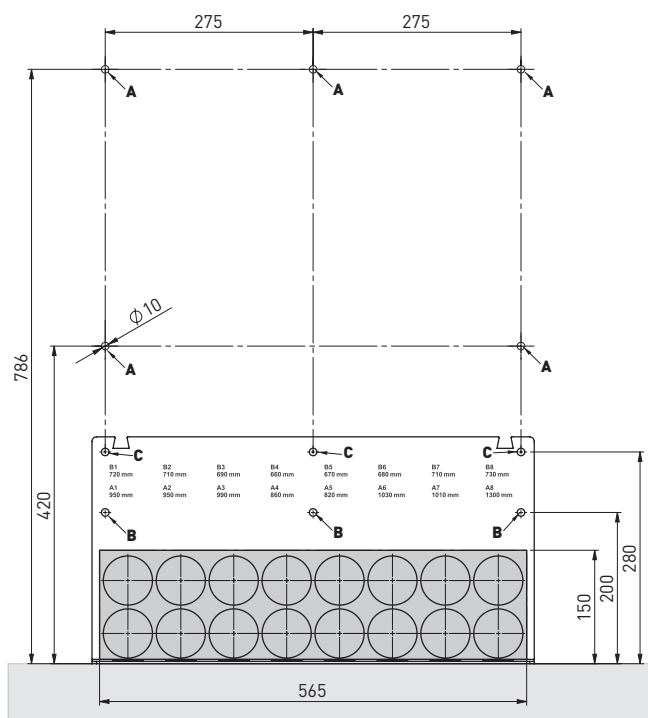
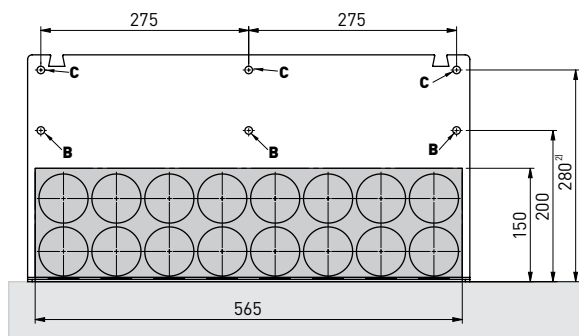

Fig. 17 Praticare dei fori di fissaggio e fare i passaggi da 565 x 150 mm
Fig. 18 Praticare dei fori di montaggio per il passante tubo nella stiva di stoccaggio
- Fare dei buchi di 10 mm di diametro (tassello F10) per l'unità di commutazione e 8 mm di diametro (tassello F8) per i due passanti tubo come mostrato nello schema Fig. 17, Fig. 18.
- Creare un passaggio (565 x 150 mm) per i tubi – Fig. 17.